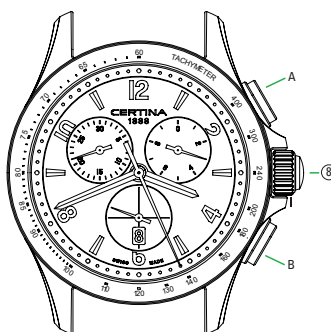

Abb. 2
- AbleSEN der Zeit 2 (gemäß Abb. 2)**